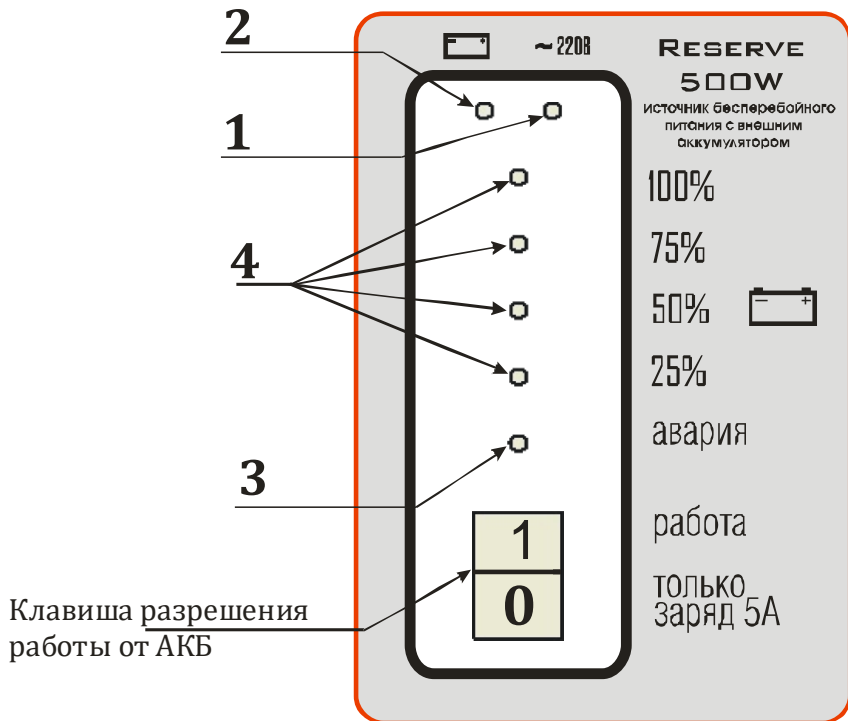

Рисунок 3. Индикация ИБП RESERVE–500 S
- Клавиша разрешения работы от АКБ (Рис. 3) Служит для выбора режима работы. В положении «0» источник осуществляет только заряд и поддержание АКБ в заряженном состоянии. Напряжение на выходе источника имеется только при подаче на вход сетевого напряжения. В положении «1» источник осуществляет все свои функции.
6. Убедитесь, что на панели индикации (рис. 3) светится зеленый индикатор («работа от сети»), а подключенные приборы получают питание. Зарядное устройство, при этом, начинает работать (заряжать, или поддерживать АКБ в заряженном состоянии).
7. Переведите клавишу разрешения работы от АКБ (рис. 3) в положение «1». При этом, включается полный режим индикации. Приблизительный уровень степени заряженности АКБ индицируется столбиком из 4-х оранжевых индикаторов. Полному заряду соответствует свечение всех этих индикаторов. Проверьте работу источника от АКБ, для чего отключите подачу сетевого напряжения. Питаемое оборудование должно продолжать работу.